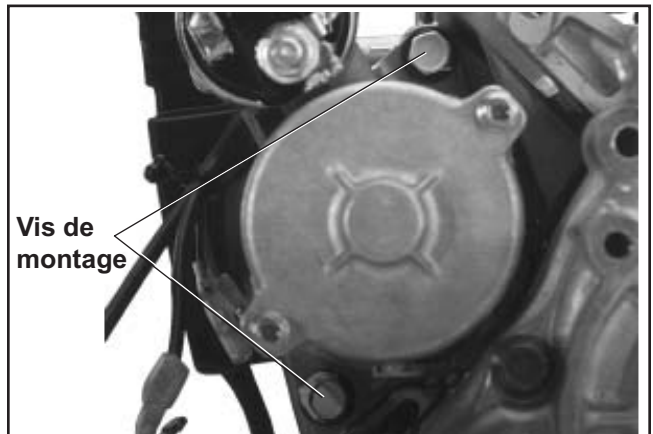

Figure 11-95. Montage du démarreur avec solénoïde.
1. Aligner et monter le moteur du démarreur électrique au carter. Monter et serrer les deux vis hexagonales au couple de 30 Nm (265 in. lb.). Voir la figure 11-95.